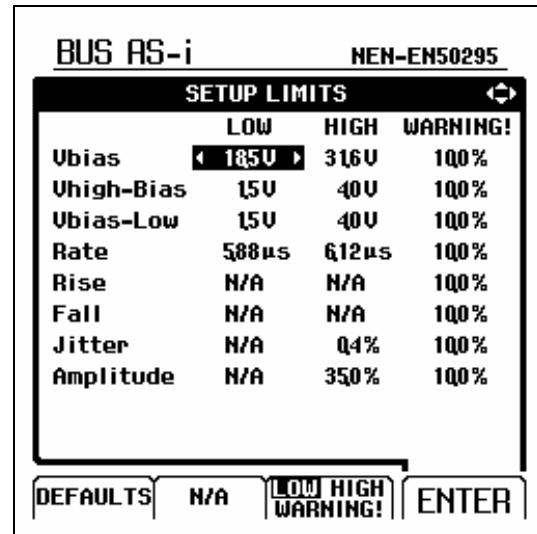

Рис. 4-5 Экран с меню настройки предельных значений
- ① Н экране тестирования откройте меню SETUP LIMITS (Настройка предельных значений). Экран принимает вид, показанный на рис. 4-5. В заголовке отображается тип шины.
- ② Выберите свойство сигнала, для которого требуется установить предельное значение.
③